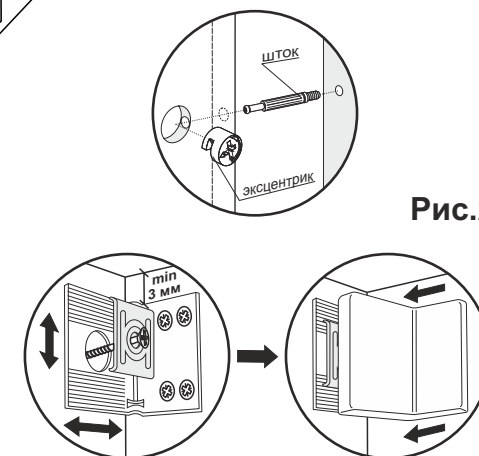

Рис.2
6. Приложить навесы к боковинам (1) не ближе 3 мм от верхней стяжки (3). Через отверстия Ø15 мм нанести отметки на ХДФ (10,11) и просверлить отверстия в местах крепления к стене. Затем прикрутить навесы к боковинам (1) шурупами 4x16 П/Ш (рис.2).